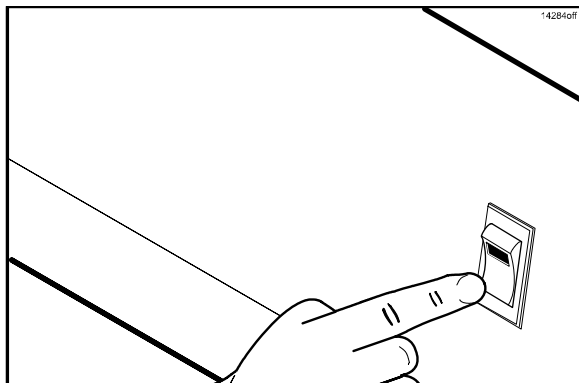

Abbildung 78
55. Den Abzugshauben-Sperrschalter ausschalten (Stellung OFF). (Siehe Abbildung 78.)